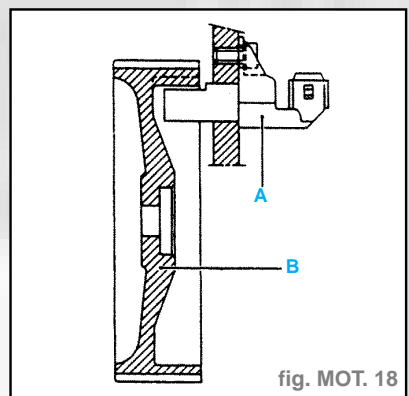

fig. MOT. 18
- Le capteur de repérage cylindre (**A**) est situé en bout d'arbre à came. Il est fixé sur la culasse (fig. MOT. 18).